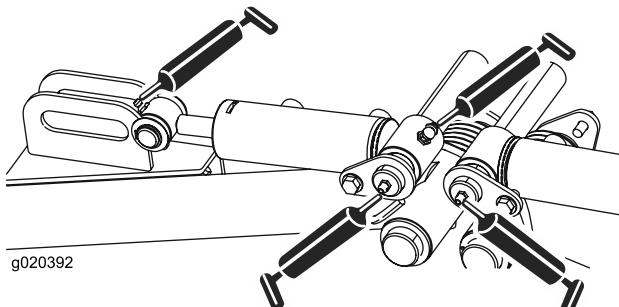

図 44
- ・ 後昇降アームのピボットと昇降シリンダ (各3ヶ所) (図 44)